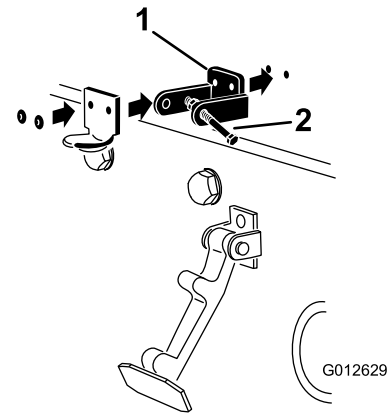

Figure 8
3. Alignez les trous de montage, puis positionnez le support de loquet CE et le support de loquet du capot sur le capot. Le support de loquet doit être appuyé contre le capot (Figure 8). Ne retirez pas le boulon et l'écrou du bras de support de loquet.
5. Rivez les supports et les rondelles sur le capot (Figure 8).